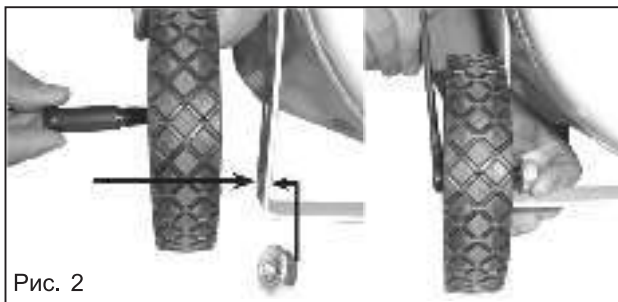
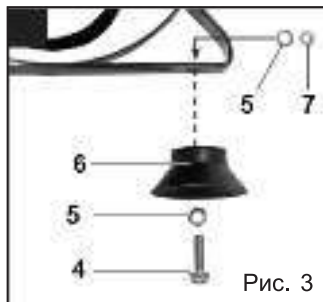

Рис. 2
Рис. 3
- Установите на компрессор колеса (рис. 2) и опорные ножки (рис. 3);